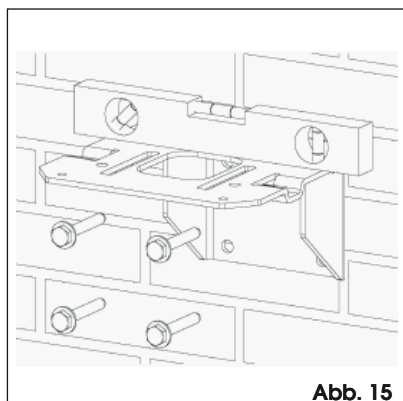

Abb. 15
2. Die Motorhalterung an der zuvor bestimmten Position mit Hilfe von vier Dübeln mit Schrauben M10 befestigen. Bei der Befestigung die Ausrichtung laut Abb. 15 berücksichtigen.